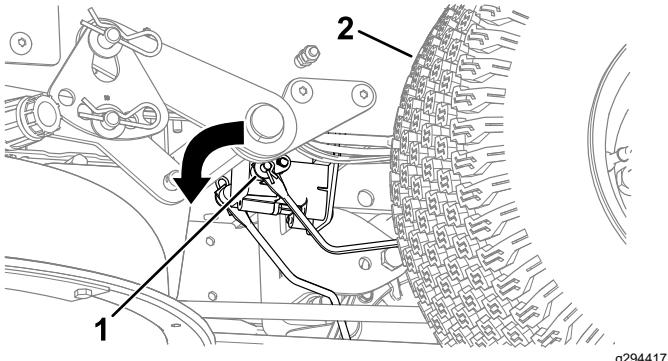

Figura 52
4. Individuate l'albero sul freno elettrico in cui sono collegati i bracci di attacco del freno (Figura 52).
5. Ruotate l'albero in avanti per rilasciare il freno come illustrato nellaFigura 52.